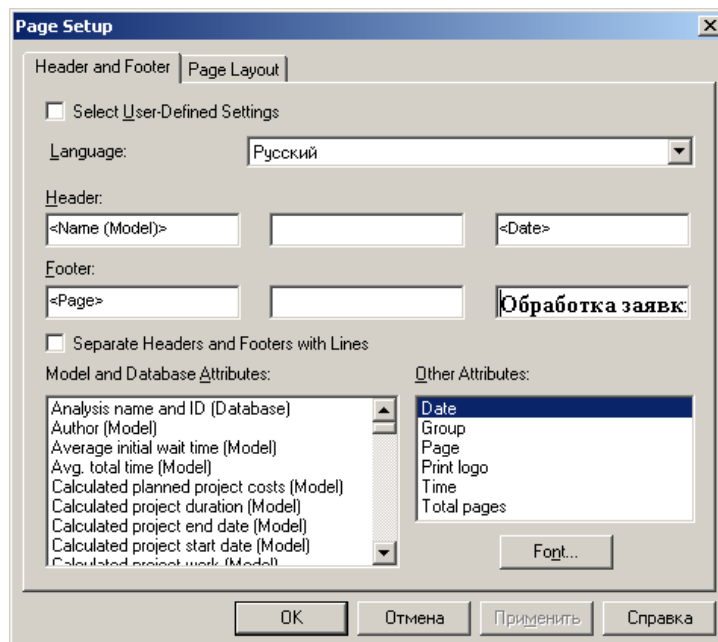

Рис. 13. Окно параметров страницы
- Выберите меню *File / Page Setup* (рис. 13). Выберите закладку *Header and Footer*. В разделах *Header* и *Footer* представлены окна, соответствующие левому, среднему и правому полям верхнего и нижнего колонтитулов соответственно.